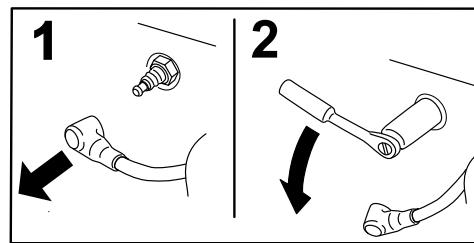

Figura 45
5. Desligue as tampas das velas da ignição das velas (Figura 45).